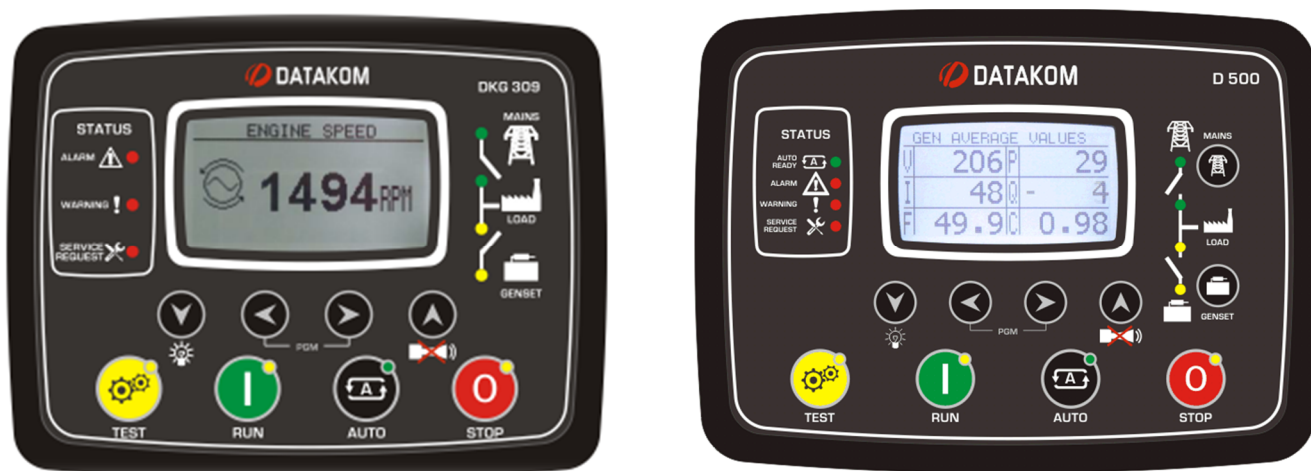

Рис. 5.
9.1.2. Идентификация: модель контроллера указана в верхнем правом углу, номер системы управления указан на правом боку щита панели управления [Рис. 5].